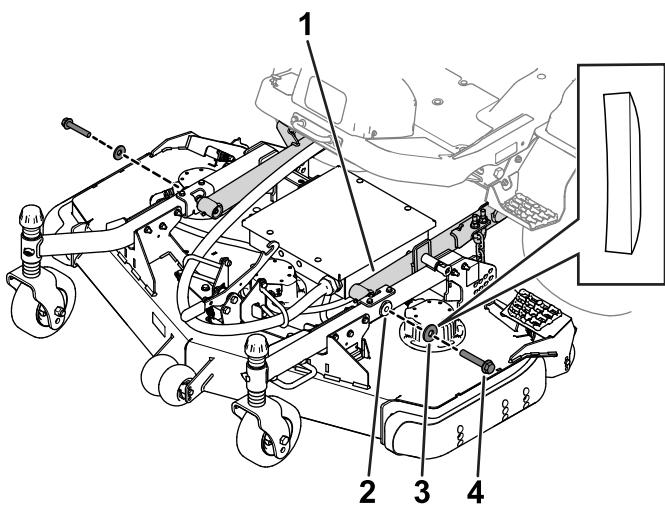

図 19
4. 昇降アームをキャスターームに固定しているボルトとワッシャを取り外す(図19)。